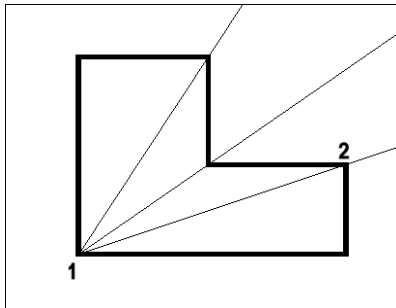

Fig.4.20
- [5] Appuyer sur Entrée pour terminer l'opération (fig.4.20).